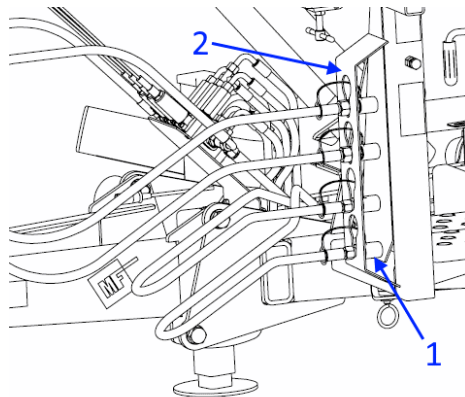

Figure 61. Support des conduits hydrauliques
- Après avoir débranché les connecteurs hydrauliques des conduites d'alimentation hydraulique les protéger avec les capuchons de protection en plastique (**fig. 61 – 1**) et les placer dans leurs supports sur le cadre de la machine (**fig. 61 – 2**).